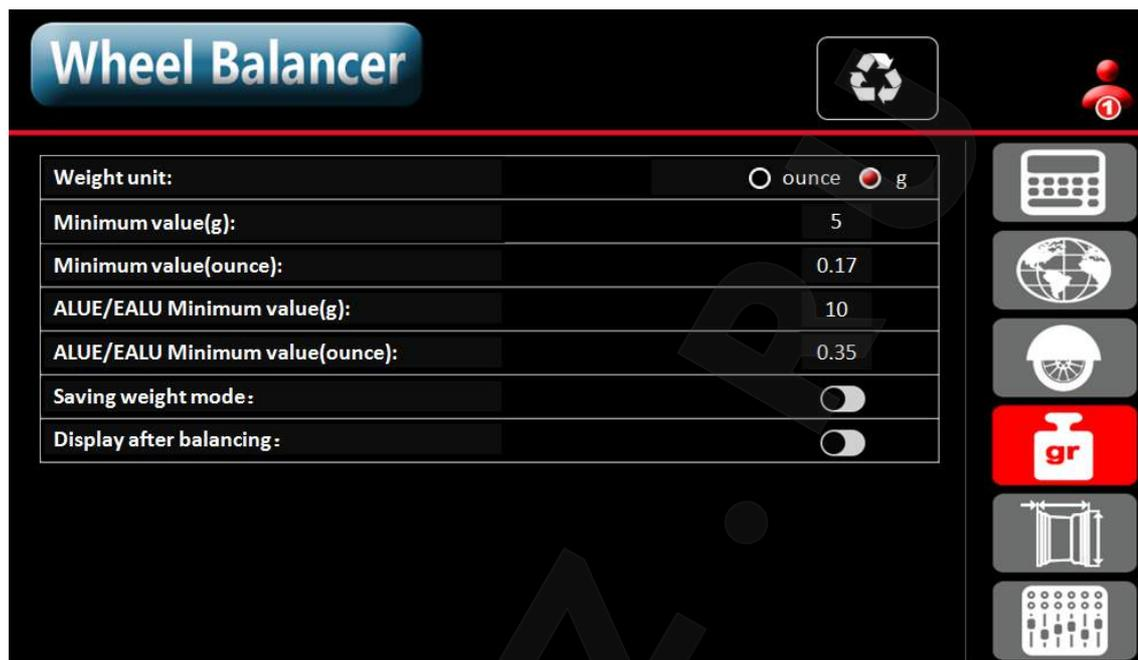

Рис. 47 Настройки дисбаланса
6.4 Настройки дисбаланса (рис. 47)